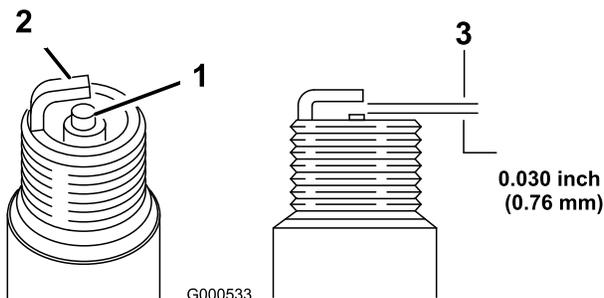

Bild 46
1. Sehen Sie sich die Mitte der Zündkerzen an (Bild 46).
2. Prüfen Sie den Abstand zwischen der mittleren und der seitlichen Elektrode (Bild 46) und biegen Sie die seitliche Elektrode, wenn der Abstand falsch ist.